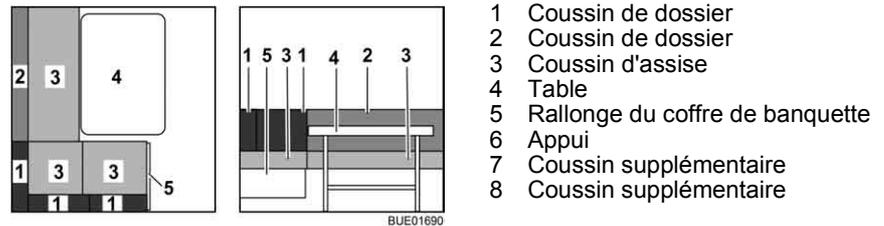

Fig. 110 Avant la transformation
- Convertir la table (Fig. 110,4) en sommier de lit (voir paragraphe 6.12).
- Retirer les coussins de dossier (Fig. 110,1 et 2) et les placer de côté.